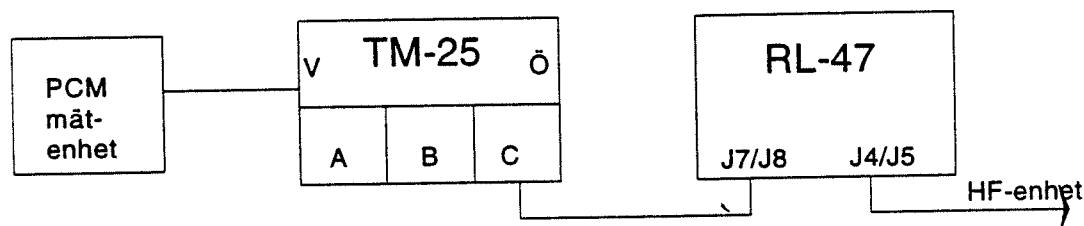

Bild 6. Provvuppkoppling RL-47 10-kanalsfall.
- Anslut kablaget i hytten till RL-47 Anslutningspanel och TM-25/Avgr utr enligt tabell 11 och bild 6 nedan.